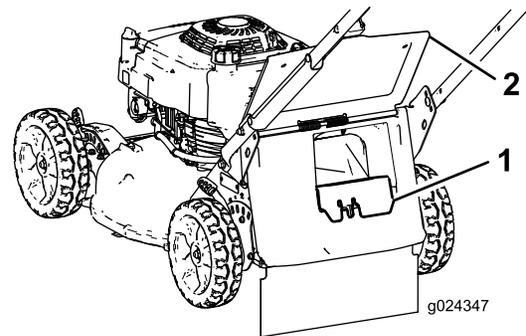

Рисунок 17
- Если задняя выпускная заглушка не установлена, возьмите ее за рукоятку, поднимите задний дефлектор и вставьте ее в желоб заднего выброса, пока защелка не зафиксируется на месте (Рисунок 17).
3. Снимите заднюю выпускную заглушку, нажав на фиксатор большим пальцем и вытянув заглушку из машины (Рисунок 17).